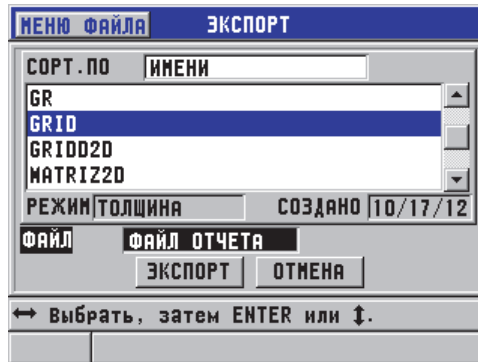

Рис. 11-2 Окно ЭКСПОРТ
4. В окне **ЭКСПОРТ** (см. Рис. 11-2 на стр. 208):